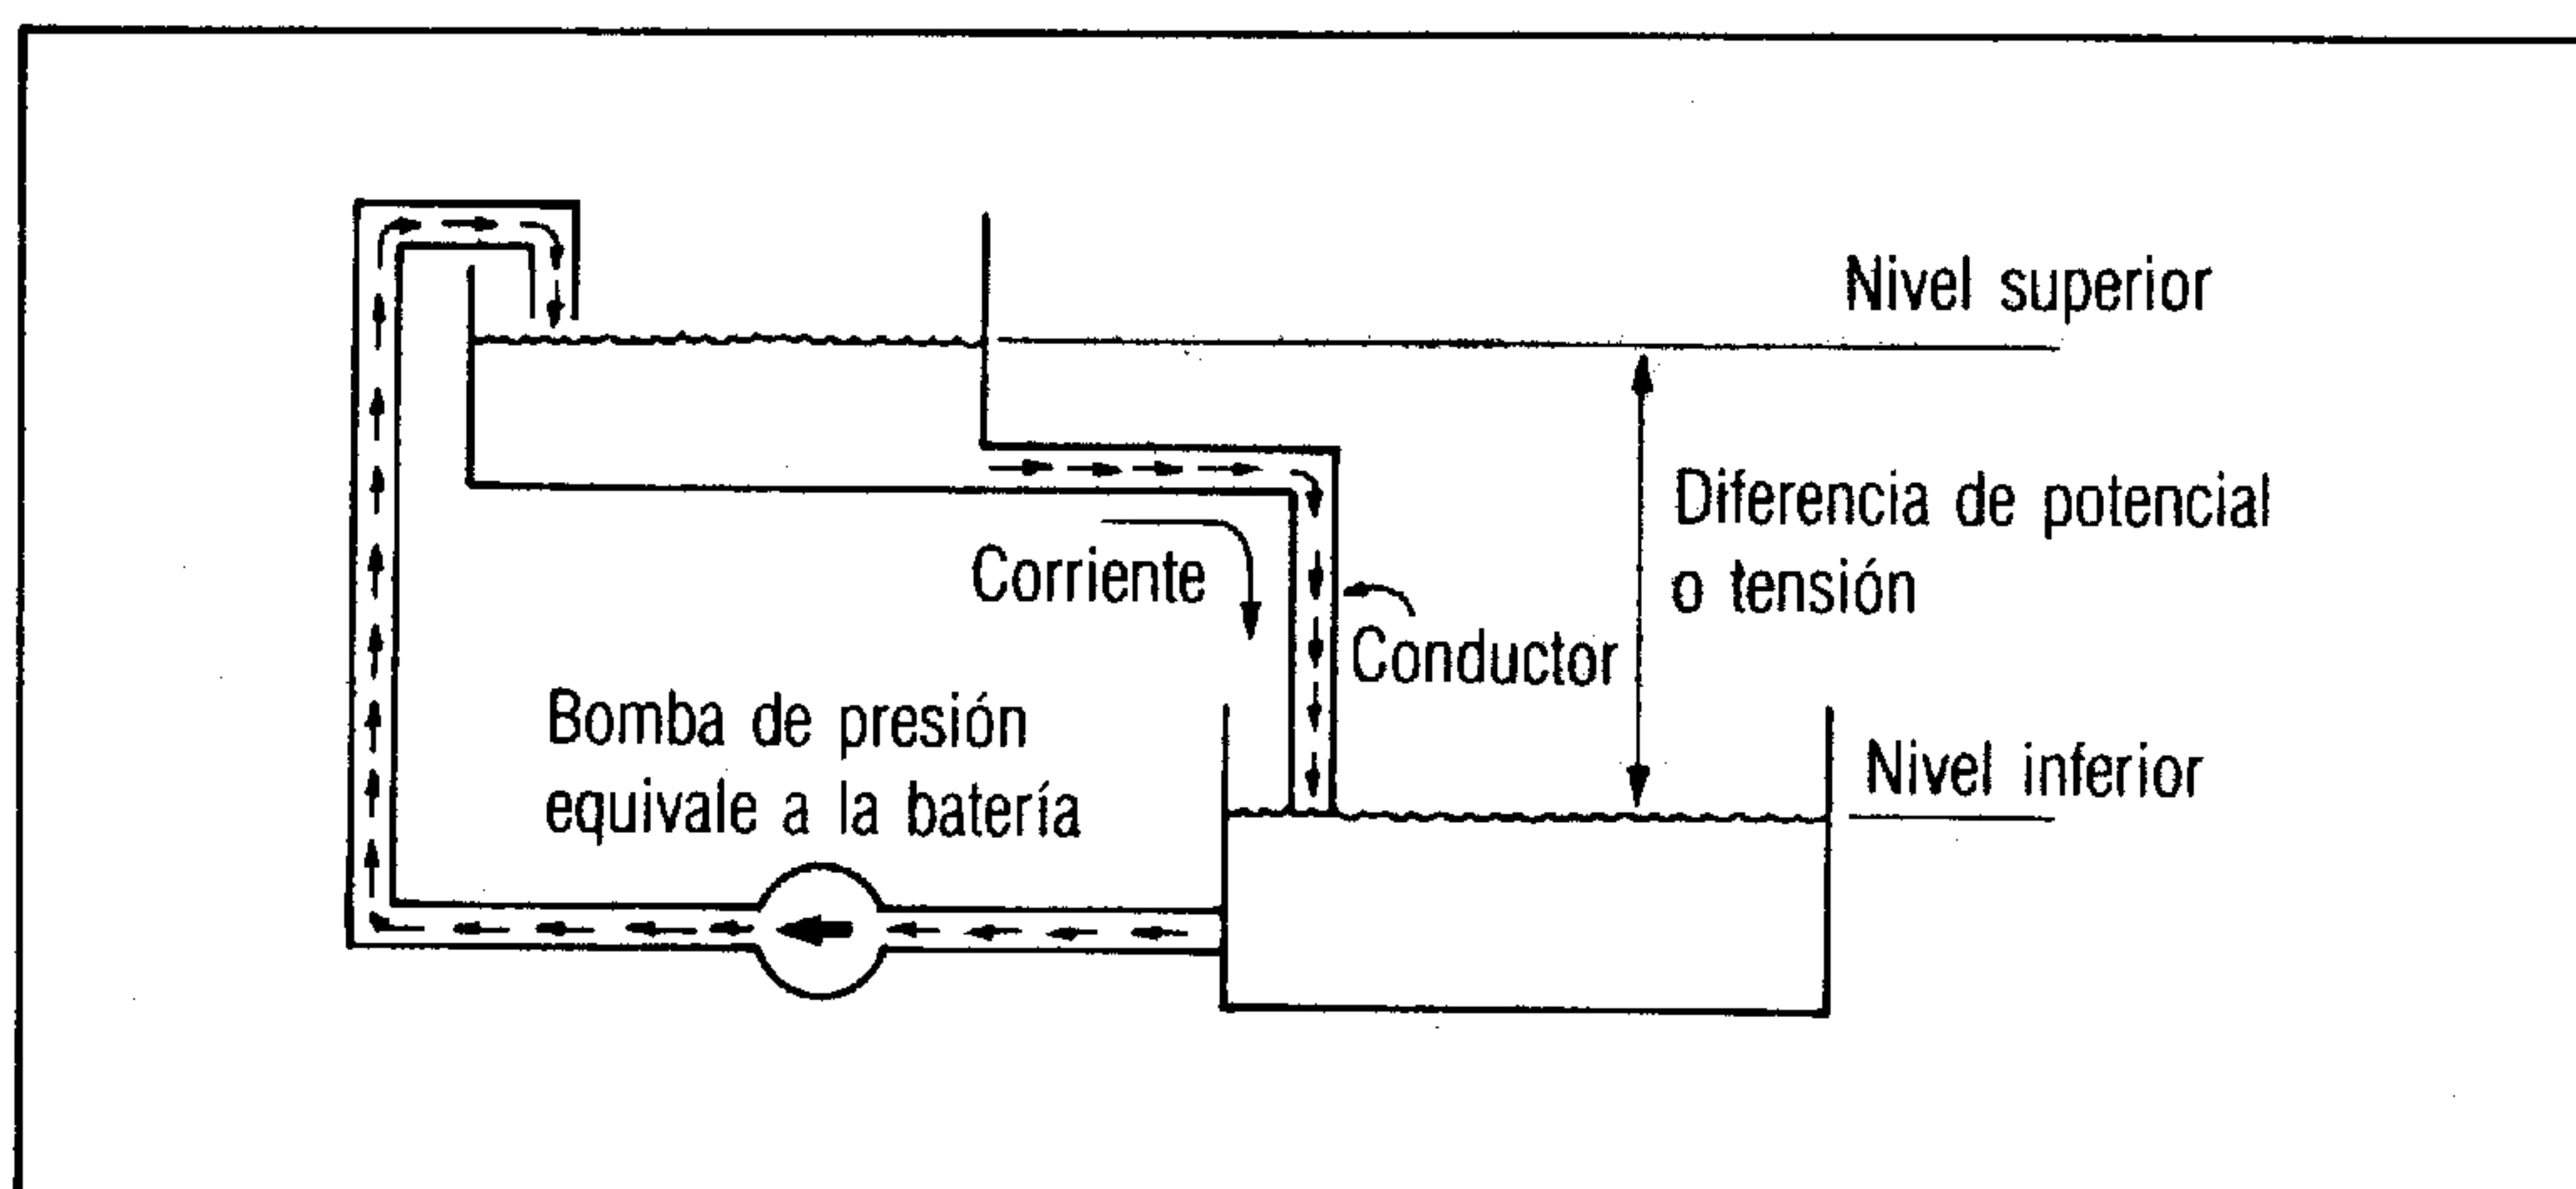

Figura 2. Comparación de un circuito hidráulico a uno eléctrico.
**Concepto de tensión eléctrica o diferencia de potencial:** si comparamos a la corriente eléctrica con la circulación de agua entre dos recipientes a distinta altura conectados con un tubo (figura 2), la tensión eléctrica corresponde a la diferencia de altura entre los dos recipientes.
**Concepto de corriente eléctrica:** utilizando el ejemplo anterior (figura 2), la corriente eléctrica sería la cantidad de agua que en la unidad de tiempo circula entre los dos recipientes, dicha cantidad depende de la diferencia de altura (diferencia de potencial), y del grosor de la tubería (resistencia del conductor). La corriente eléctrica corresponde al número de cargas eléctricas que circulan por un conductor en la unidad de tiempo. Su unidad es el *amperio* y corresponde a la circulación de un *culombio* (unidad de carga eléctrica) por segundo. A la corriente eléctrica también se la denomina *intensidad*.